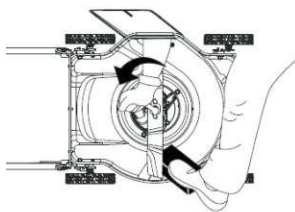

Fig.11A
- Quita el perno hexagonal y la arandela que sujetan la cuchilla y el adaptador de la cuchilla al cigüeñal del motor. Retire la cuchilla y el adaptador del cigüeñal (Fig. 11A)